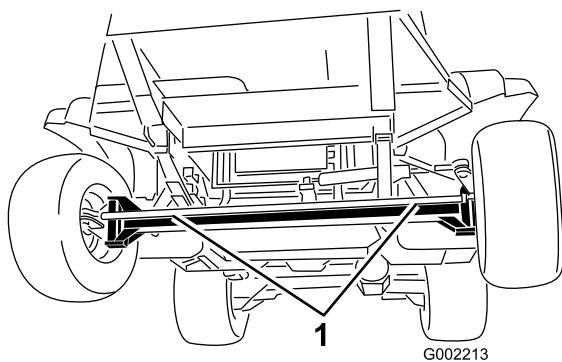
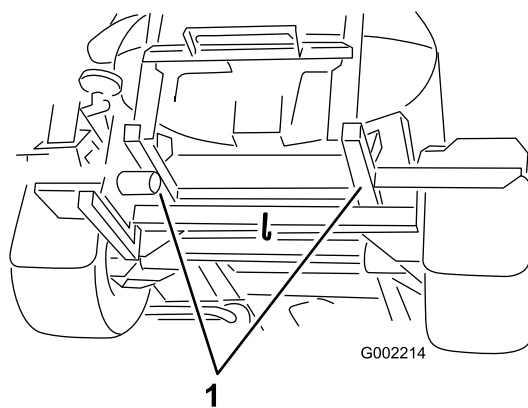

Figura 27
Figura 28
2. Coloque um cabo de reboque na estrutura. Veja os pontos de reboque dianteiros e traseiros nas Figura 27 e Figura 28.